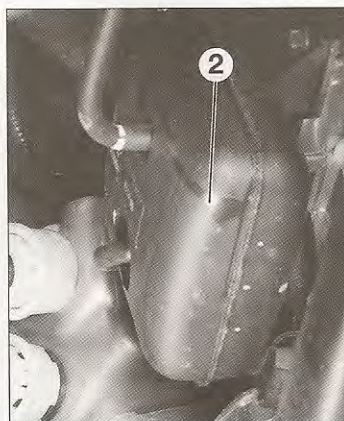

FIG. 2
- Desmontar el depósito (2) de depresión (fig. 2).